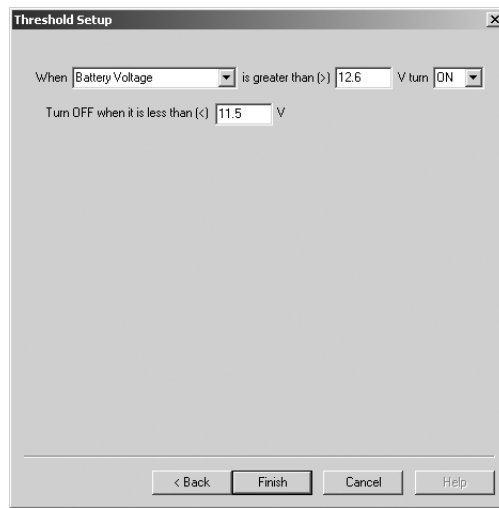

Figura 5. Especifique los parámetros de umbral
- a. Seleccione una Variable de control. En la Figura 5, se ha seleccionado *Voltaje de batería* como la Variable de control.